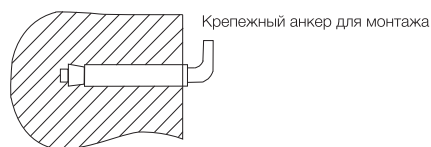

Рис. 2
- После выбора места монтажа определите места под два крепежных болта с крючками (в зависимости от спецификаций выбранного изделия). Прорежьте в стене два отверстия необходимой глубины с помощью сверла размером, соответствующим размеру крепежных болтов, вставьте винты, поверните крюк вверх, плотно затяните гайки, а затем установите на него электрический водонагреватель (см. рис. 2).